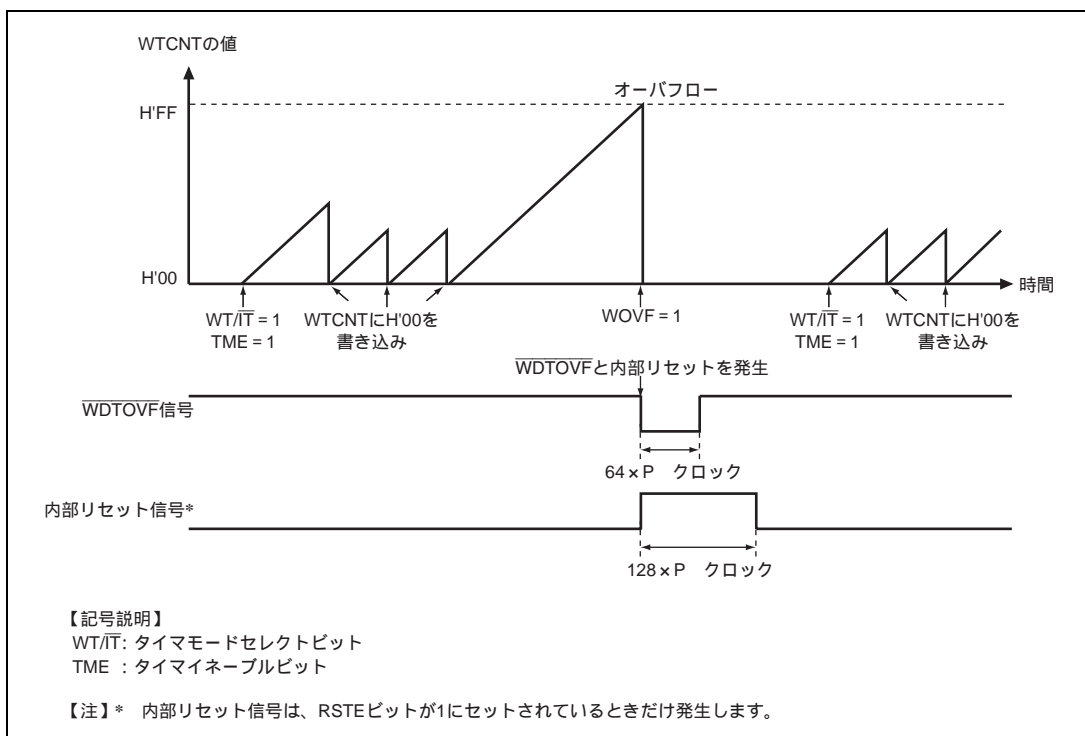

図 14.4 ウォッチドッグタイマモード時の動作
4. カウンタがオーバーフローすると、WDTはWRCSRのWOVFを1にセットして、 $\overline{WDTOVF}$ 信号が外部に出力されます。これを図14.4に示します。この $\overline{WDTOVF}$ 信号を用いて、システムをリセットすることができます。 $\overline{WDTOVF}$ 信号は、 $64 \times P$  クロックの間出力されます。